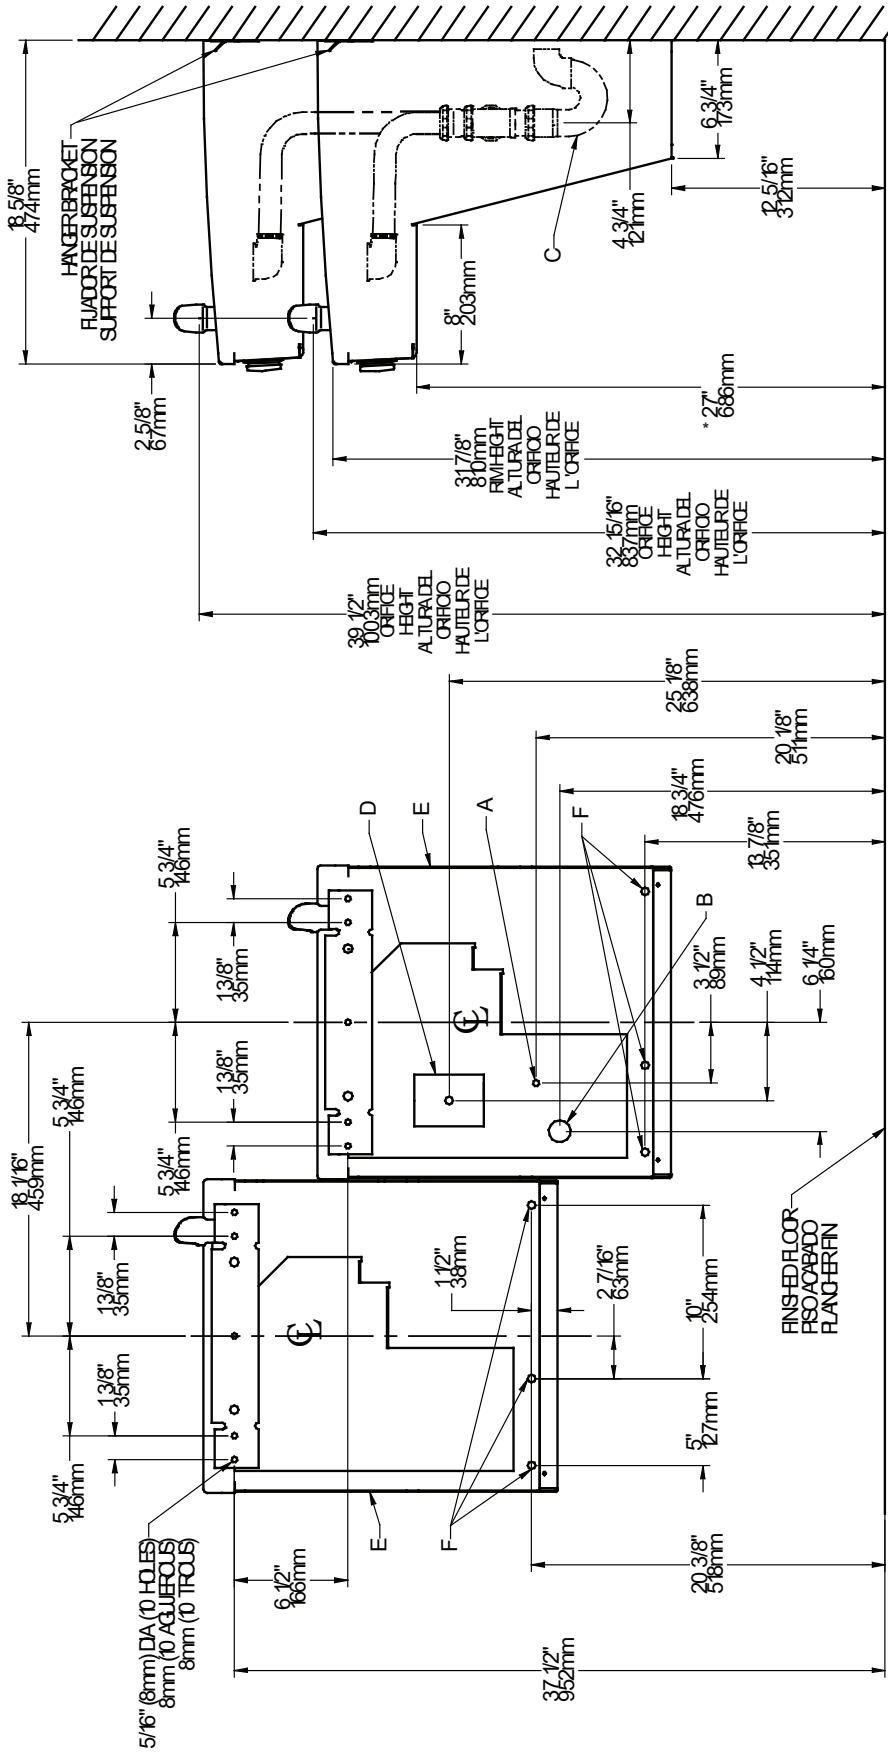

FIG. 2
- 1) Remove hanger bracket fastened to back of cooler by removing one (1) screw.
- 2) Mount the hanger bracket and trap as shown in Figure 2.
- 4) Hang the cooler on the hanger bracket. Be certain the hanger bracket is engaged properly in the slots on the cooler back as shown in Figure 2.
- 5) Loosen the two (2) screws holding the lower front panel at the bottom of cooler base and two (2) screws at the top (**Use torx bits sold separately**). Remove the front panel and set aside.
- 7) Remove the slip nut and gasket from the trap and install them on the cooler waste line making sure that the end of the waste line fits into the trap. Assemble the slip nut and gasket to the trap and tighten securely. Recommend fastening cooler to wall using 5/16 bolt holes. (See Fig. 2, "F")
- 1) Quite el fijador de suspensión sujetados a la parte posterior del enfriador quitando un (1) tornillo.
- 2) Monte el fijador de suspensión y quite el purgador como se muestra en la Fig. 2.
- 5) Afloje los dos (2) tornillos que sostienen la parte inferior del panel en la parte inferior de la base del enfriador y los dos (2) tornillos en la parte superior (**Utilice los pedacitos torx vendidos por separado**). Quite el panel frontal y póngalo a un lado.
- 7) Saque la tuerca deslizante y empaquetadura del colector e instálos en la manquera de residuos de la nevera, asegurándose que el extremo de la manquera encaje en el colector. Coloque la tuerca deslizante y la empaquetadura en el colector y apriete firmemente. Recomiende el refrigerador de la cerradura para emparedar usando 5/16" agujeros de perno, (véase fig. 2, "F")
- 1) Retirez le support de suspension à l'arrière du refroidisseur en enlevant une (1) vis.
- 2) Installez le support et le siphon tel qu'indiqué à la fig. 2.
- 4) Installez le refroidisseur sur le support en vous assurant que ceux-ci sont bien installés dans les fentes à l'arrière du refroidisseur tel qu'indiqué à la figure 2.
- 5) Dégagez les deux (2) vis retenant le panneau inférieur avant au bas de la base du refroidisseur ainsi que deux (2) vis sur le dessus (**Employez le peu Torx vendu séparément**). Retirez le panneau avant et mettez-le de côté.
- 7) Retirez l'écrou coulissant et le joint du siphon et les installer sur la conduite de vidange de la fontaine en s'assurant que l'extrémité de la conduite de vidange s'ajuste dans le siphon. Assemblez l'écrou coulissant et le joint sur le siphon et serrer fermement. Recommandez le refroidisseur d'attache pour murer utilisant 5/16" ; trous de boulon, (voir la fig. 2, " ; F" ;)